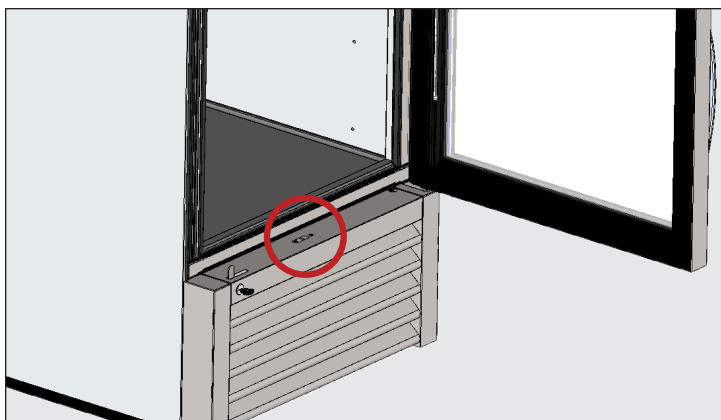

Fig. 1. Retire el tornillo superior de la rejilla apersianada.
2. Retire la rejilla apersianada frontal del equipo. Consulte la fig. 1.